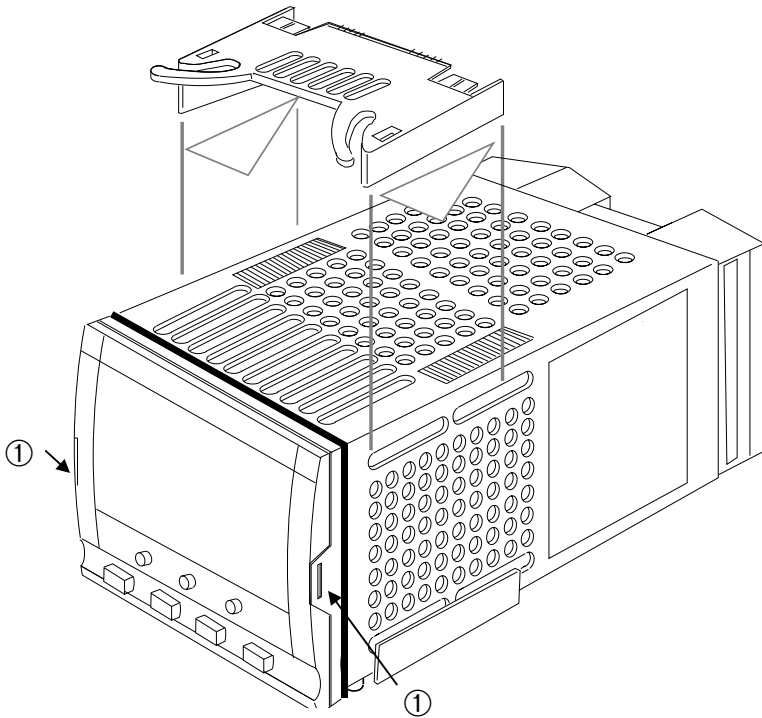

Abbildung 1-7: Regler mit Gehäuse
1. Entfernen Sie den Regler aus seinem Gehäuse, indem Sie die Außenklammern ① (Abbildung 1-7) auseinander und den Regler nach vorne ziehen. Für diesen Vorgang benötigen Sie kein Werkzeug.